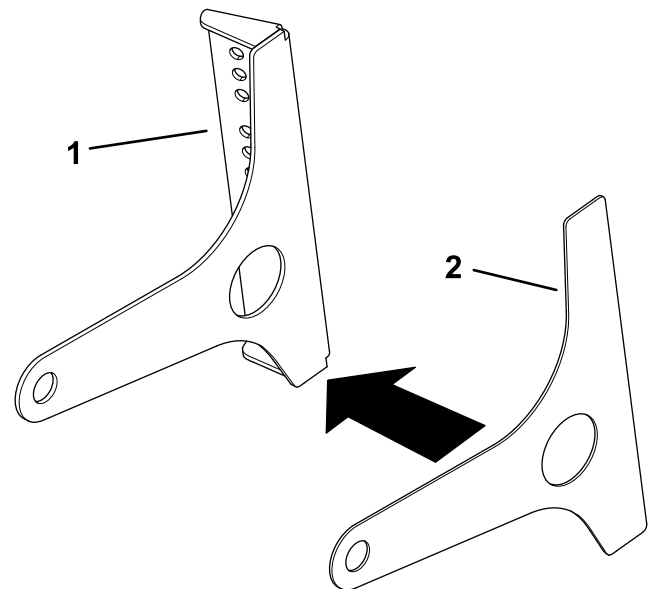

Bild 3
4. Kleben Sie die Griffdichtung an die Spiegelbefestigung (Bild 3).